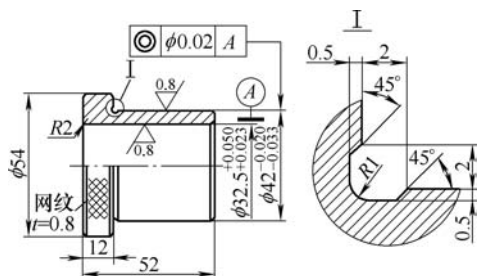

图 3
(2) 钻模辅具的使用。安装面钻模在制作时根据要加工孔的大小制作了相应配套的钻套、铰套、攻螺纹套及菱形销等辅具，解决安装面孔加工中的难题。针对曲轴安装面M33×3—6H螺纹孔的加工，配置了相应大小的钻套（见图3）。